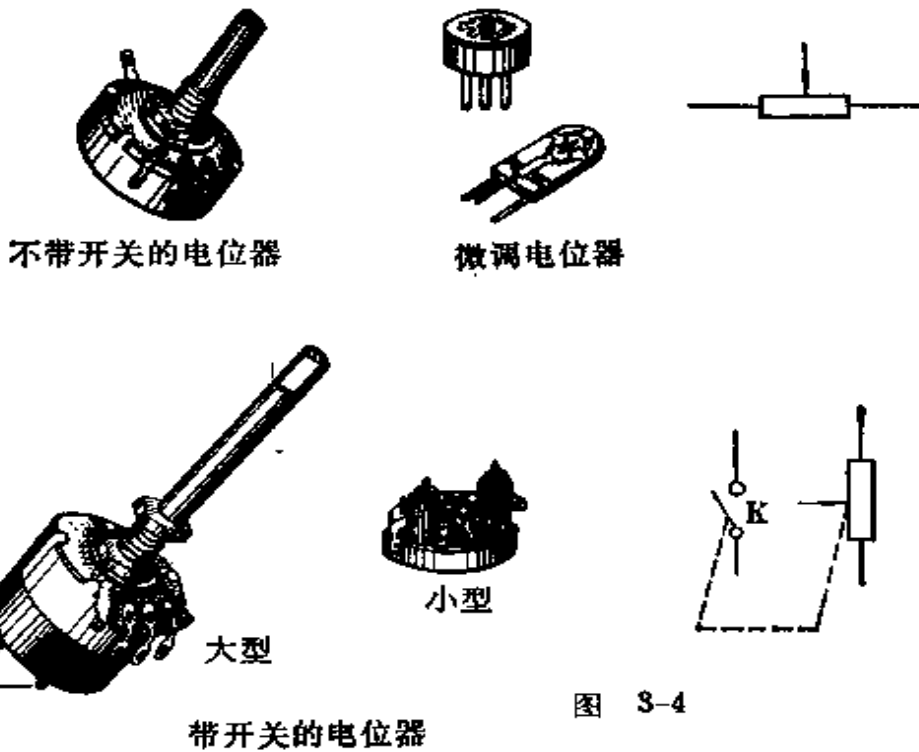

图 3-4
2. 电位器 电位器是一种电阻值可以调节的电阻，分为大型、小型和微调电位器等三种。它们的实物外形和符号见图 3-4。